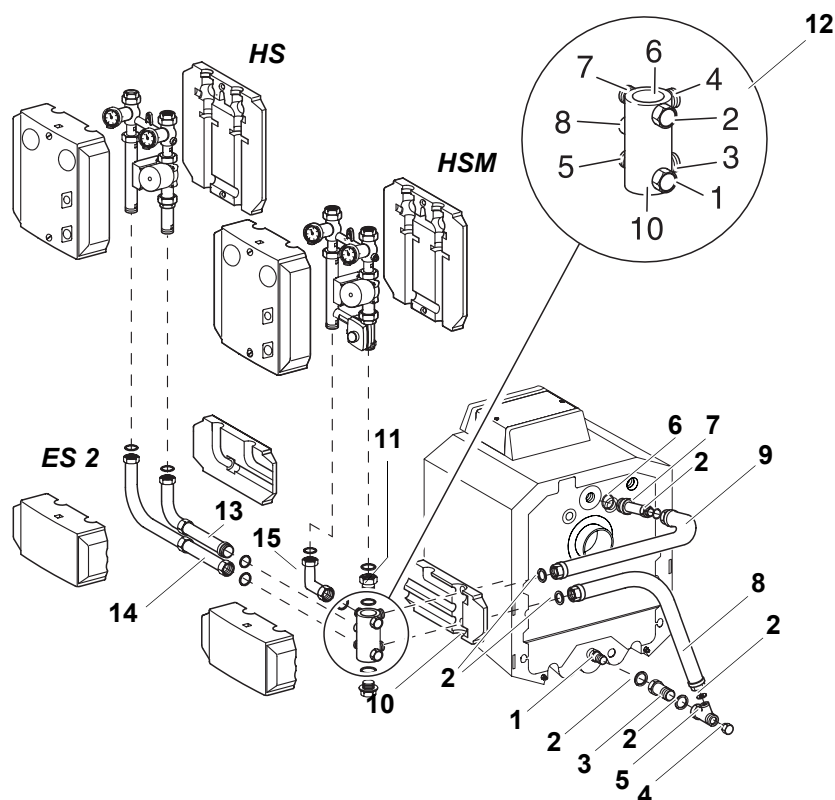

Рис. 12 Монтаж параллельно справа от котла
- Уложить уплотнение в соответствии с рис. 12 в промежуточный участок (**14**) и привернуть промежуточный участок к штуцеру N 5 многофункциональной гребенки.
- Привернуть комплект со смесителем (HSM) или без него (HS) в соответствии с рис. 12.
- Смонтировать отвод с уплотнением (короткая сторона) (рис. 12).